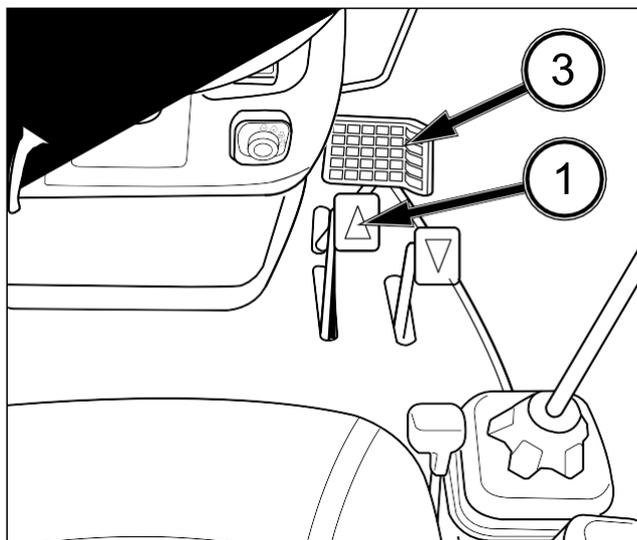

FIG. 4-6
FIG. 4-6 y 4-7: Pise el pedal TRH de marcha hacia delante (1) y mantenga la velocidad deseada. Pulse el botón (2) del regulador de velocidad para ajustar la velocidad. A continuación, suelte el pedal del TRH.